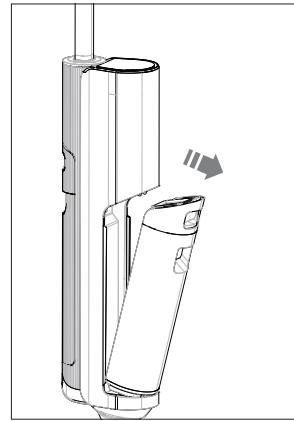

Fig. 8 – Extracción del depósito de agua
- ▶ Agarre el asidero del depósito de agua sucia (7) y presione hacia abajo el botón de desbloqueo del depósito de agua sucia (6).
- ▶ Extraiga el depósito de agua sucia del cuerpo del aparato (véase Fig. 8).